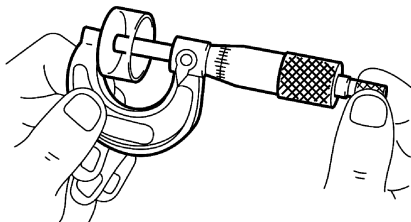

图 7-17 测量气门挺杆厚度
16) 如图 7-17 所示检验完后, 按照拆卸的相反顺序安装相关零件。
- 4) 如图 7-17 使用千分尺测量气门挺杆的厚度。